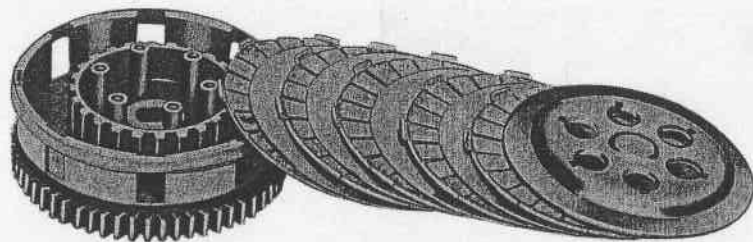

Fig. 38 - Empilage de disques
- Mettre d'abord le disque mixte, sa face garnie au fond de la cloche. Mettre un disque garni puis alterner (Fig. 38).